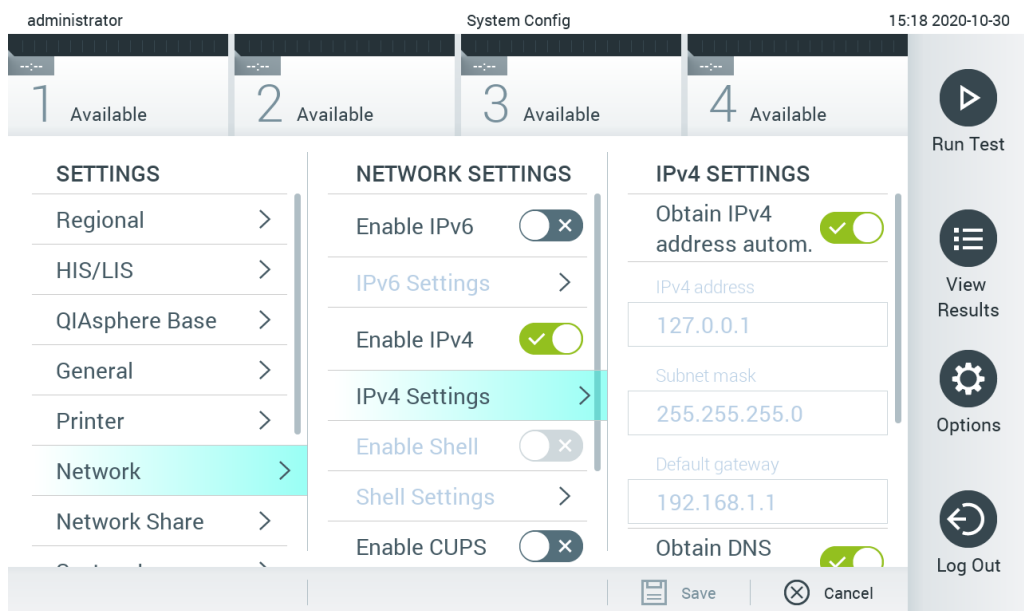

図 75. ネットワーク設定の構成。
2. 左列の Settings（設定）リストから Network（ネットワーク）を選択します（図 75）。